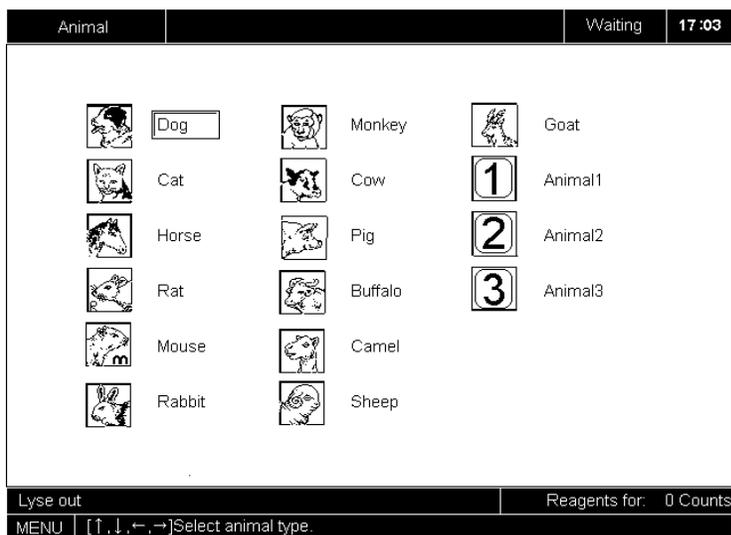

Рисунок 6-2 Меню **“Animal”**(животное)
2. Выберите **“Animal”**(животное), чтобы войти меню **“Animal”**, как показано на рис. 6-2;